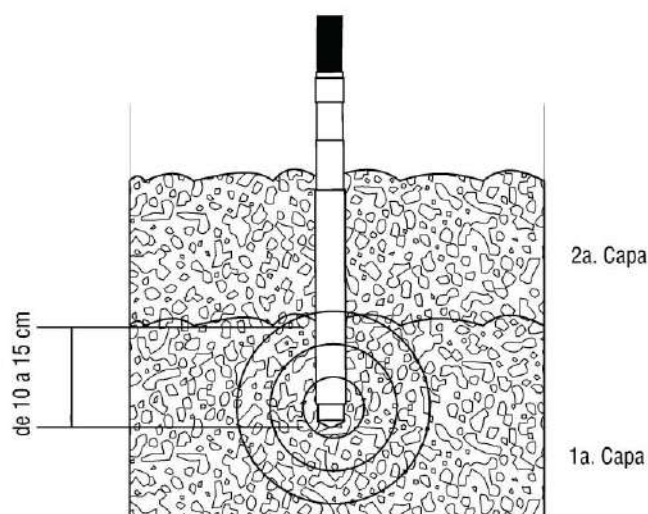

FIGURA 21
- Se recomienda introducir el vibrador de unos 10 a 15 cm en la capa de concreto anterior para obtener una mejor unión entre capas. Figura 21.